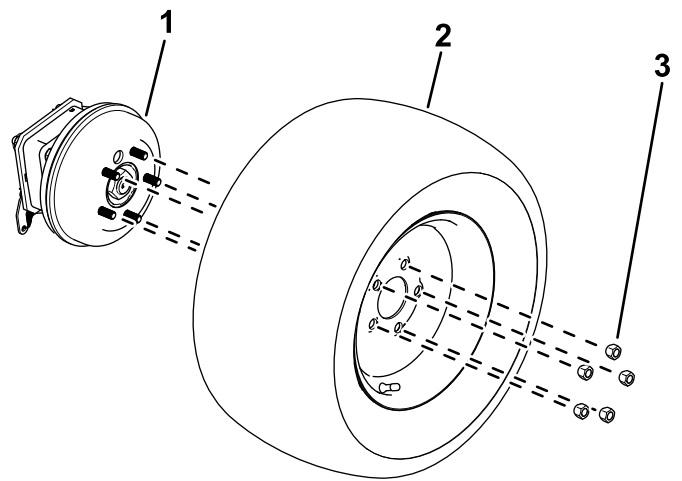

Bild 11
2. Lösen und entfernen Sie die Radmutter (Bild 11).
3. Nehmen Sie Räder von den Radnaben ab (Bild 11).
- Verwenden Sie die zuvor entfernten Radmutter, um die Räder an der Radnabe zu befestigen (Bild 11).